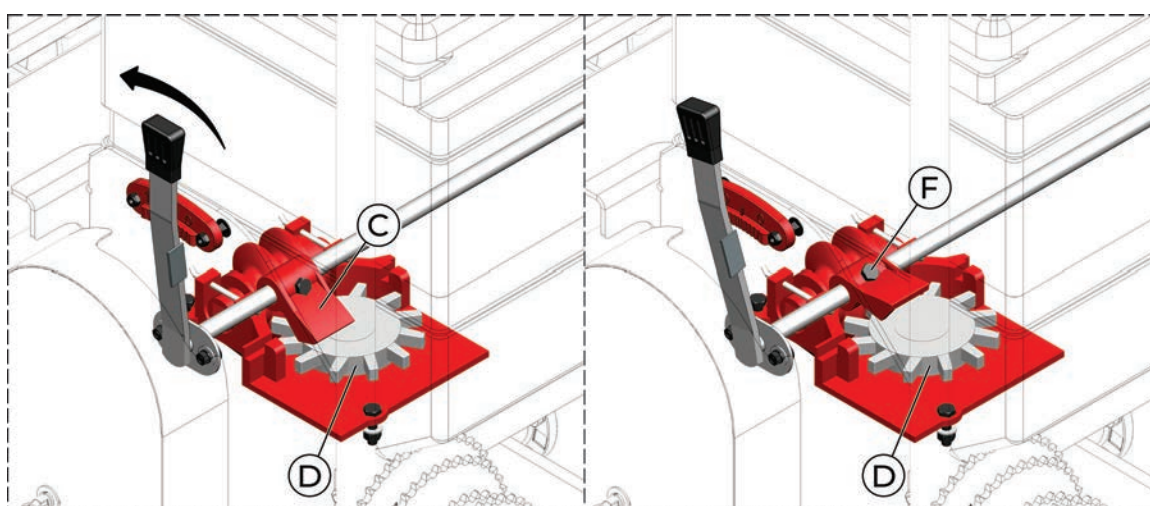

Fig. 9
1. Verifique inicialmente se os reguladores (C) (fig. 9) estão livres, caso não estejam, faça a liberação dos mesmos, afrouxando os parafusos de fixação (F).